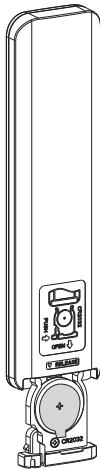

Рис. 2. Установка элемента питания CR2032 в пульт
- 3.2. Установите элемент питания CR2032 в пульт, соблюдая полярность (см. рис. 2).